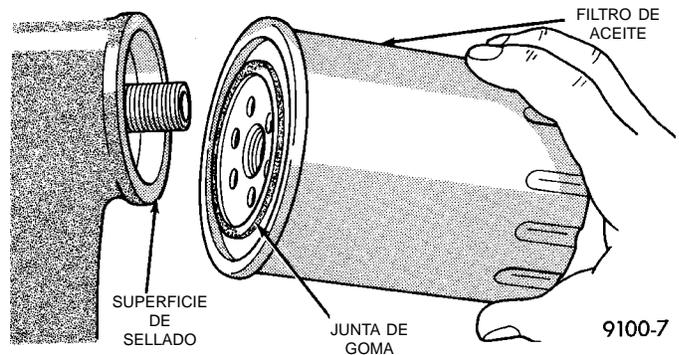

Fig. 10 Superficie de sellado del filtro de aceite—característica
- (4) Cuando el filtro se separa del racor adaptador, incline el extremo de la junta hacia arriba para evitar que salpique el aceite. Retire el filtro del vehículo.
- (5) Con un paño de limpieza, limpie la superficie de sellado de la junta (Fig. 10) de aceite y suciedad.
- (1) Lubrique ligeramente la junta del filtro de aceite con aceite de motor o grasa del chasis.
- (2) Enrosque el filtro en el racor adaptador. Cuando la junta entra en contacto con la superficie de sellado (Fig. 10), apriete el filtro con la mano una vuelta completa. No apriete en exceso.
- (3) Agregue aceite, verifique el nivel de aceite del cárter y ponga en marcha el motor. Inspeccione si existen fugas de aceite.